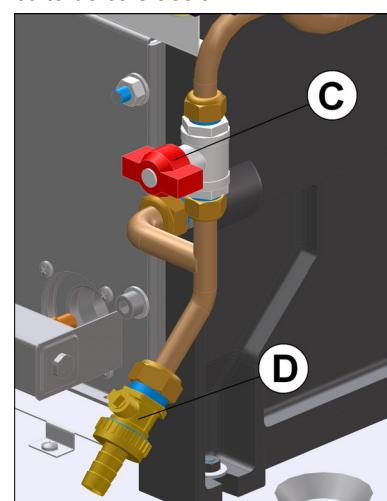
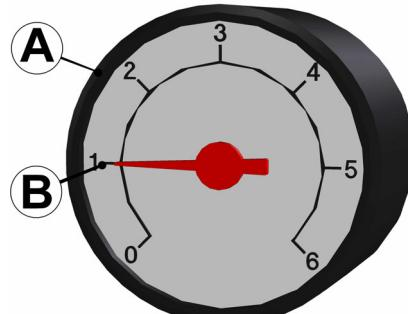

Fig. 7.2
Fig. 7.3
- 8 Aprire lentamente il rubinetto di riempimento (C in fig. 7.2) del circuito di riscaldamento.
- 8 Gradually open the central heating circuit fill-up cock (C in fig. 7.2).
- 8 Abrir lentamente el grifo de llenado (C en la fig. 7.2) del circuito de calefacción.
- 9 Riempire il circuito di riscaldamento fino a portare l'indicazione del manometro (fig. 7.3) quindi chiudere il rubinetto di riempimento (C in fig. 7.2).
- 9 Fill the central heating circuit up until the gauge needle is as shown (fig. 7.3) now close the fill-up cock (C in fig. 7.2).
- 9 Llenar el circuito de calefacción hasta tener la indicación del manómetro (fig. 7.3) luego cerrar el grifo de llenado (C en la fig. 7.2).
- 13 Completare il riempimento fino a portare l'indicazione del manometro come in fig. 7.3 quindi chiudere il rubinetto di riempimento. Lo sfiato dell'installazione, come pure quello del circolatore devono essere ripetuti più volte.
- 13 Fill-up until the gauge index is as indicated in fig. 7.3 then close the fill-up cock.
- 13 Finalizar el llenado hasta que la indicación en el manómetro llegue a ser la de la fig. 7.3 luego cerrar el grifo de llenado. La purga de la instalación, así como de la bomba de circulación se debe repetir más veces.